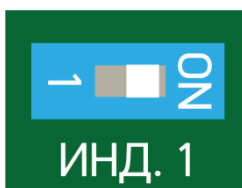

Рисунок 7.12
– снять крышку БОС. Включить сигнальный светодиод (поз.11, рисунок 7.1) установкой флажка выключателя (поз.3, рисунок 7.1) в правое положение (положение «ON») (рисунок 7.12);